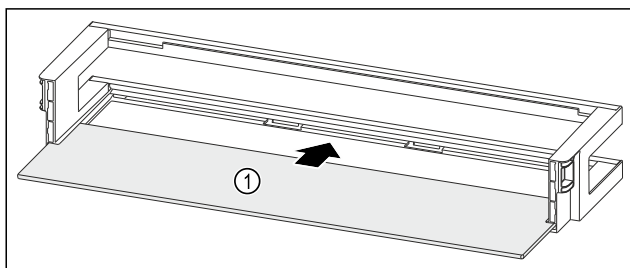

Fig. 102 Türabsteller mit Abstellfläche
- Abstellfläche Fig. 102 (1) in die seitlichen Einsparungen einschieben.